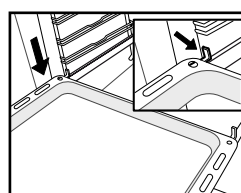

Fig. 5
5. Sistemare gli accessori sulle guide (Fig. 5, 6)